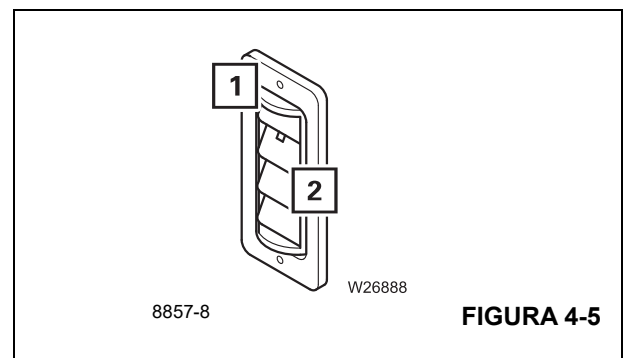

FIGURA 4-5
Para abrir el registro:	Eleve las aletas (2), (Figura 4-5)